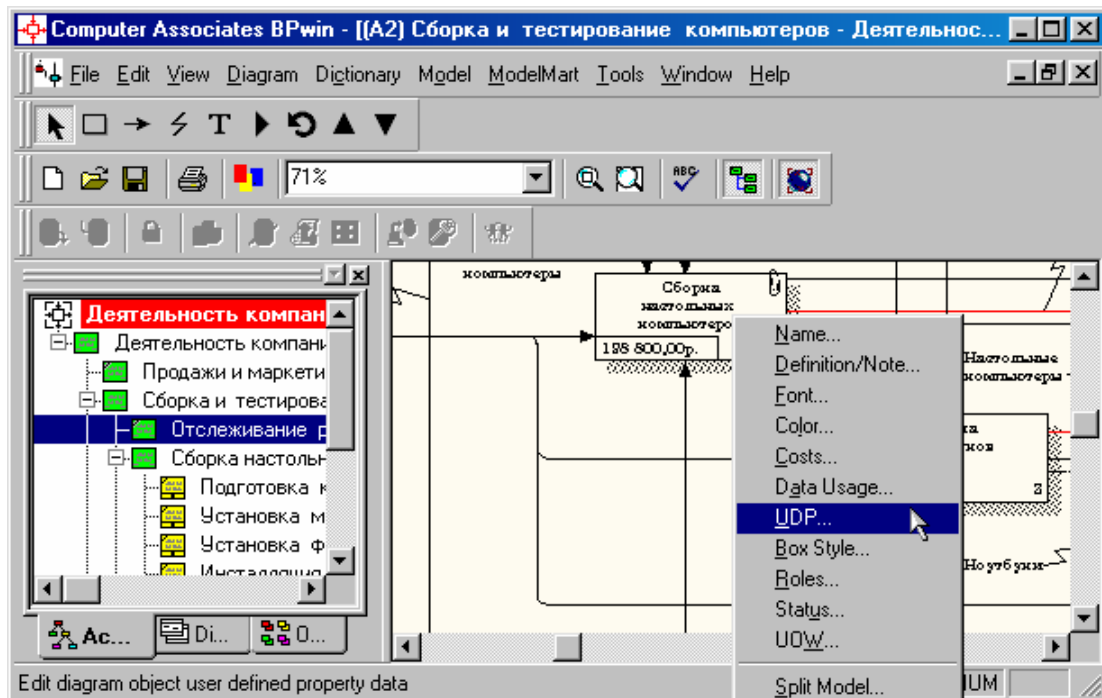
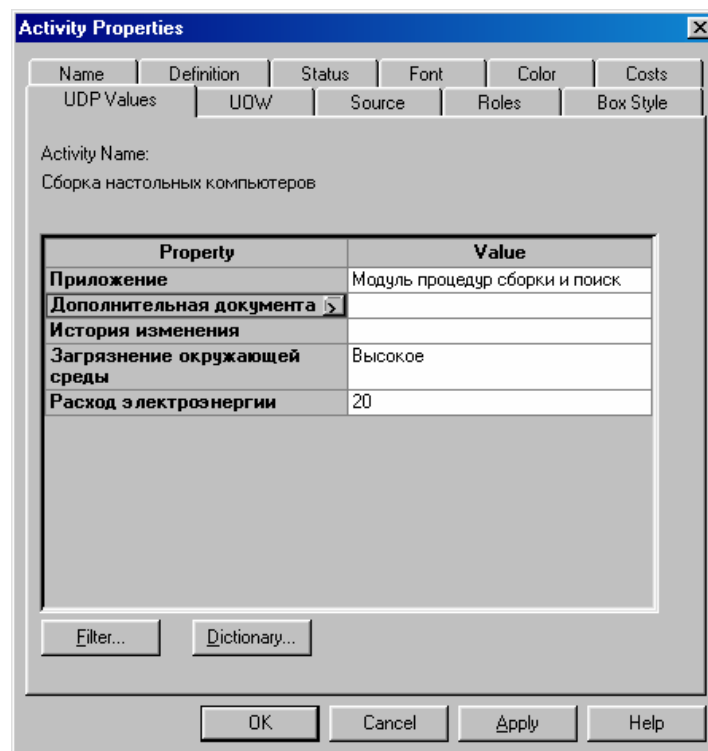

Рисунок 11.5 – Выбор в контекстном меню **UDP** для работы
Рисунок 11.6 – Вкладка **UDP Values** диалогового окна **Activity Properties**
6. Для назначения **UDP** работе следует щелкнуть по ней правой кнопкой мыши и выбрать в контекстном меню **UDP** (рисунок 11.5). Появится вкладка **UDP Values** диалога **Activity Properties** (рисунок 11.6).